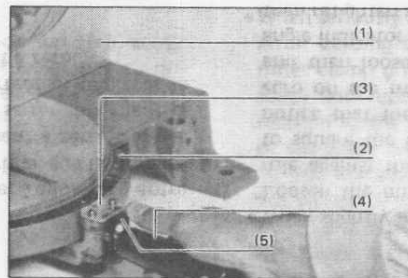

Fig. 7
- Serrer correctement la poignée de blocage de la base tournante. Fig. 7
• Is the miter clamp grip tightened firmly?	Fig. 7
2. Déprimer avec le pouce le ressort de butée, comme sur la fig. 7. Cela relâche la goupille de butée et permet au plateau de tourner librement.
2. Press down with your thumb on the knock spring as shown in Fig. 7. This releases the knock pin and allows the turn base (table) to turn freely.